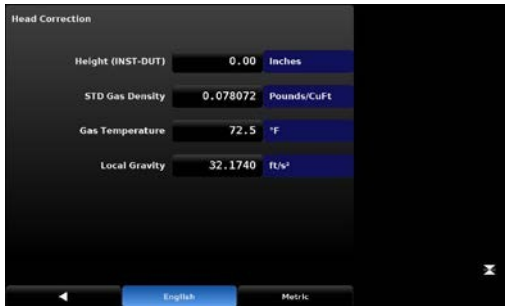

图 7-45 高级修正屏幕（英制单位）
正在校准设备且设备与 CPC8000-H 内部的传感器所处高度（海拔）不同时，会出现偏移。在“设置” [⚙️] / [应用] / [高级修正] 屏幕上，可输入影响此偏移的参数。点击屏幕上的任一活动按钮可激活数字键盘。“图 7-45 高级修正屏幕”中四行显示项的每一行，均表示高级修正计算中的一项不同参数。在 [海拔 (INST-DUT)] 行，应将仪器参考点 (INST) 减去被测设备 (DUT) 的高度，然后输入所得值。在后面的字段中应输入校准系统所用的气体密度、气体温度和本地重力。默认高度为零 (0)，表明不应用高差修正。按下相应的按钮，可选择 [English] 或 [Metric] 单位。